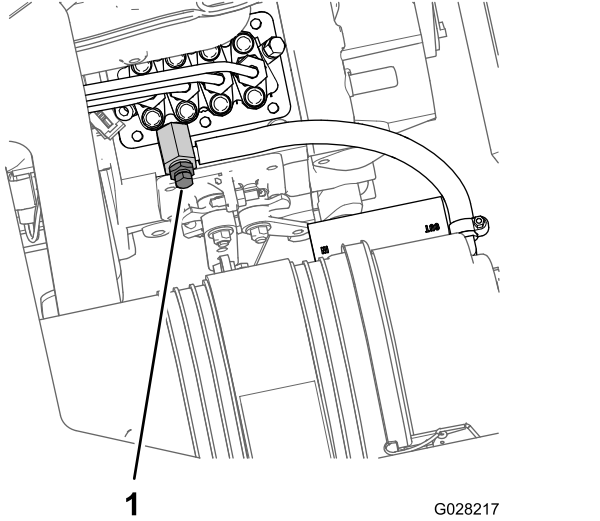

图55
- 将放油盘放在发动机燃油喷射泵部位的下方（图55）。
- 打开燃油喷射泵（图55）上的排气螺丝。
- 让钥匙保持在“运行”位置，直到有整股的燃油从排气螺丝周围排出（图55）。
- 拧紧排气螺丝（图55），将钥匙转至“关闭”位置。